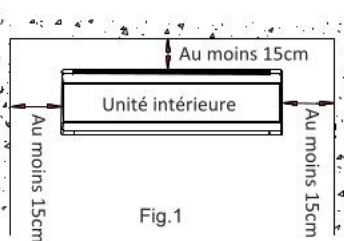

Fig.1
- Assurez-vous de la distance requise sur la figure 1.
- L'arrière de l'unité intérieure doit être proche du mur (Fig.1)